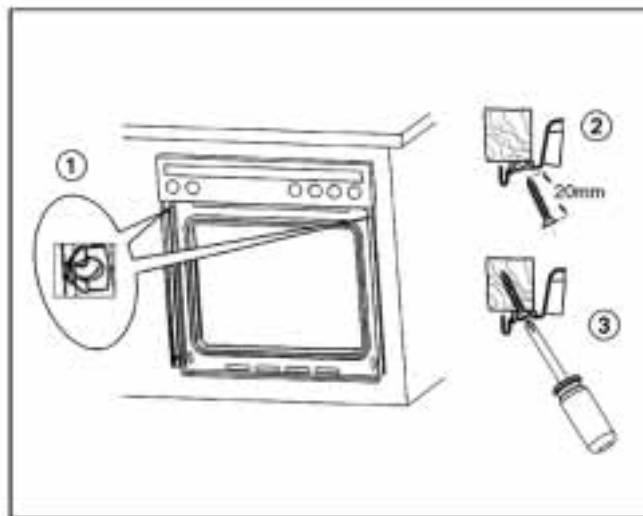

Fig. 16
- Procédez à la fixation définitive du four au meuble à l'aide des vis fournies (fig. 16).